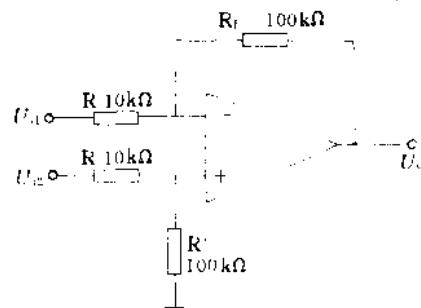

图 3-2
实验电路如图 3-2 所示。
(1)按图 3-2 接线,接通电源。